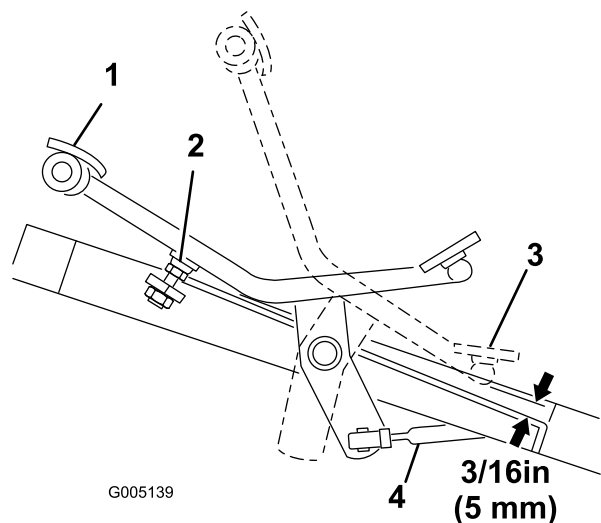

図 40
1. No. 5 セクションのバルブ・スプールが完全に引き出される状態までペダルを前進方向に踏み込む。ペダルがストップに当たれば調整は適正である（図 40）。
2. ペダルの下とフットレストとの間の距離を図 40 のように点検する。この距離が約 5 mm であればよい。値が 5 mm より多くても少なくとも、走行コントロール・ロッドを調整する。調整手順：
- ・ 走行コントロール・ロッド（図 40）をトラクション・シャフト・ピボットに固定しているジャム・ナットとボール・ジョイントをゆるめる。